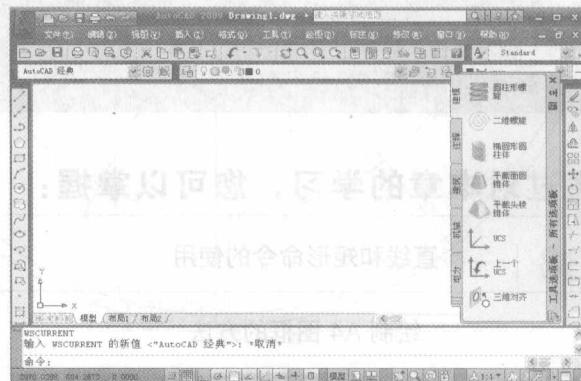

图 1-3 AutoCAD 2009 中文版窗口
Step 02 启动 AutoCAD 2009 中文版后，打开 AutoCAD 2009 中文版经典窗口，如图 1-3 所示。AutoCAD 2009 中文版的操作界面分成以下几个部分：标题栏、菜单栏、工具栏、绘图窗口、世界坐标系、命令行、状态栏、模型与布局选项卡、十字光标等。